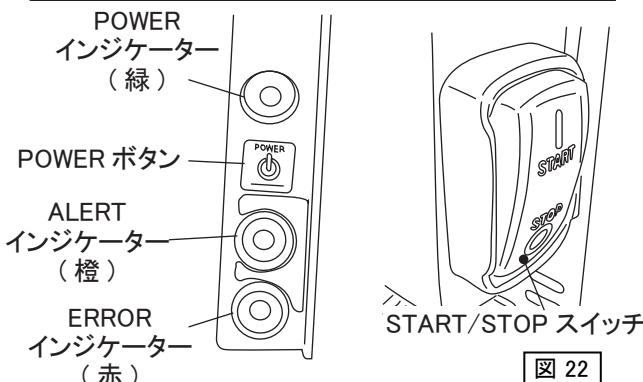

図 22
- START/STOPスイッチが[STOP]になっている事を確認してください。(図22)